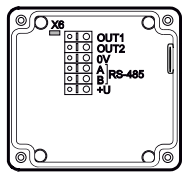

Рисунок 4 – Установка перемычки
2. Установить перемычку X6 (см. рисунок 4).